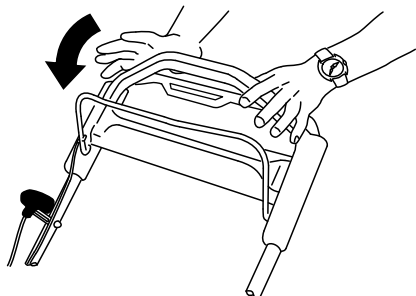

Рисунок 22
Отпустите штангу управления ножом (Рисунок 22).
- Если не установлена задняя выпускная пробка, возьмите ее за рукоятку, поднимите задний отражатель и вставьте ее в желоб заднего выброса, пока защелка не зафиксируется на месте, см. Рисунок 22.